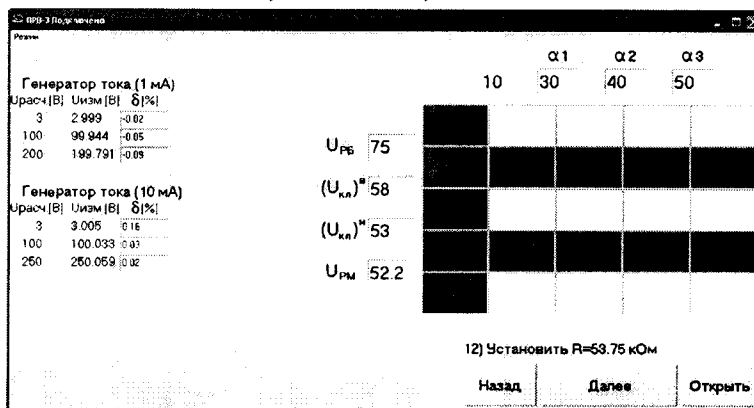

Рисунок 7.7.4-2
7.7.6.4 Установить значение сопротивления магазина 53,75 кОм и нажать левой кнопкой мыши на кнопку “Далее”. В ячейке таблицы, (рисунок 7.7.4-3) отобразятся значения U и α , которые должны находиться в пределах*: